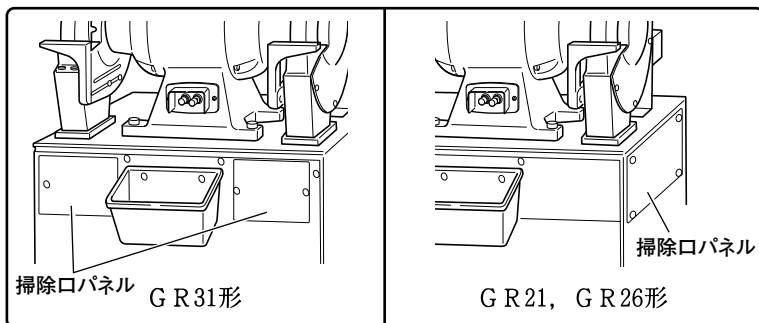

図 14
- (1) 研削粉がグラインダ内に侵入しますと、各部の寿命を著しく縮めますのでグラインダの周囲は常に清潔にし、研削粉を取除いてください。
- (2) 集じん機内部に研削粉が堆積しますので、掃除口パネルをはずして、ときどき研削粉を取除いてください。（図14）